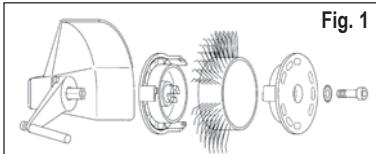
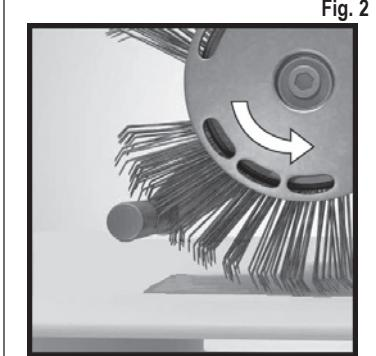

Fig. 1
Fig. 2
3. Interrumpa el suministro de aire comprimido y, a continuación, sujeté correctamente la cinta **MBX®** Bristle Blaster® de 23 mm, o bien, de 11 mm con el correspondiente sistema receptor (observe la dirección de marcha) y la arandela de frenado dentellado prevista para tal fin y el tornillo en la herramienta. Véase Fig. 1 y Fig. 2
- ¿Está marchando la cinta **MBX®** en el sentido opuesto al correcto? – Alinee la cinta de tal manera que marche en la dirección prescrita (véase Capítulo 7, Puesta en funcionamiento, Fig. 2).